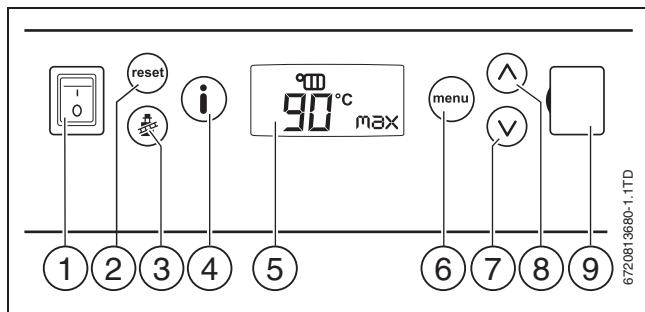

Рис. 5 Панель управления
- Установите пусковой выключатель в положение «1» (→ рис. 5, [1]).